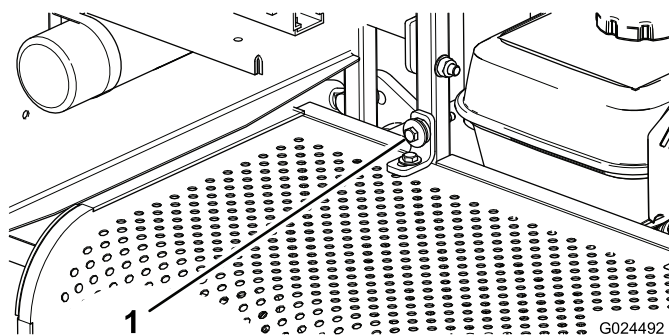

Figura 22
1. Togliete il bullone di fissaggio e sollevate il coperchio posteriore (Figura 22).